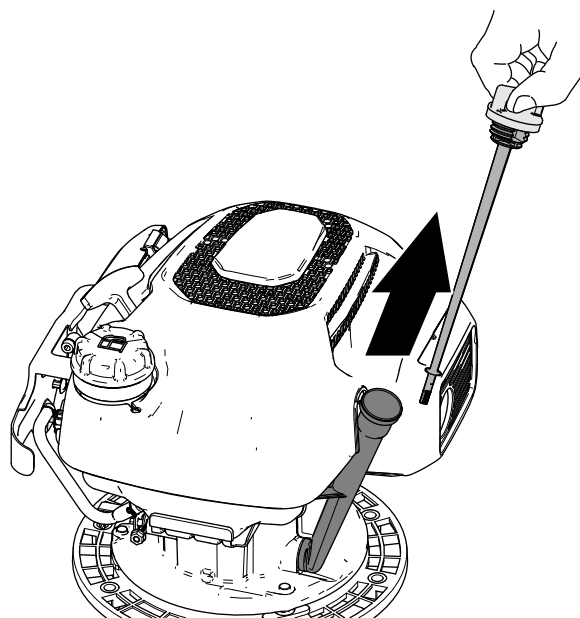

Figura 14
2. Retire la varilla del cuello de llenado de aceite y límpiela con un trapo limpio (Figura 14).
5. Fije el acoplamiento del manillar en el manillar superior (Figura 14) con el perno ($\frac{1}{4}$ " x $1\frac{3}{4}$ ") y la contratuerca ($\frac{1}{4}$ ").